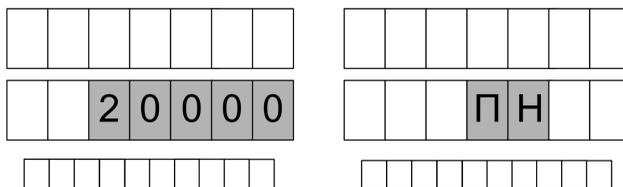

Рисунок 7
7.2 Доза на устройство задается оператором с помощью СУ. В начале нового налива, когда измерительная установка готова к отпуску топлива, мигающими символами в средней строке ЖКИ (при задании дозы в литрах), либо в верхней (при задании дозы в килограммах) отображается значение заданной дозы, а в случае отпуска "Предельный налив" – символы "ПН" (рисунок 7). Это предоставляет удобный способ определить, когда можно начать налив, а также убедиться, что задано требуемое количество топлива.